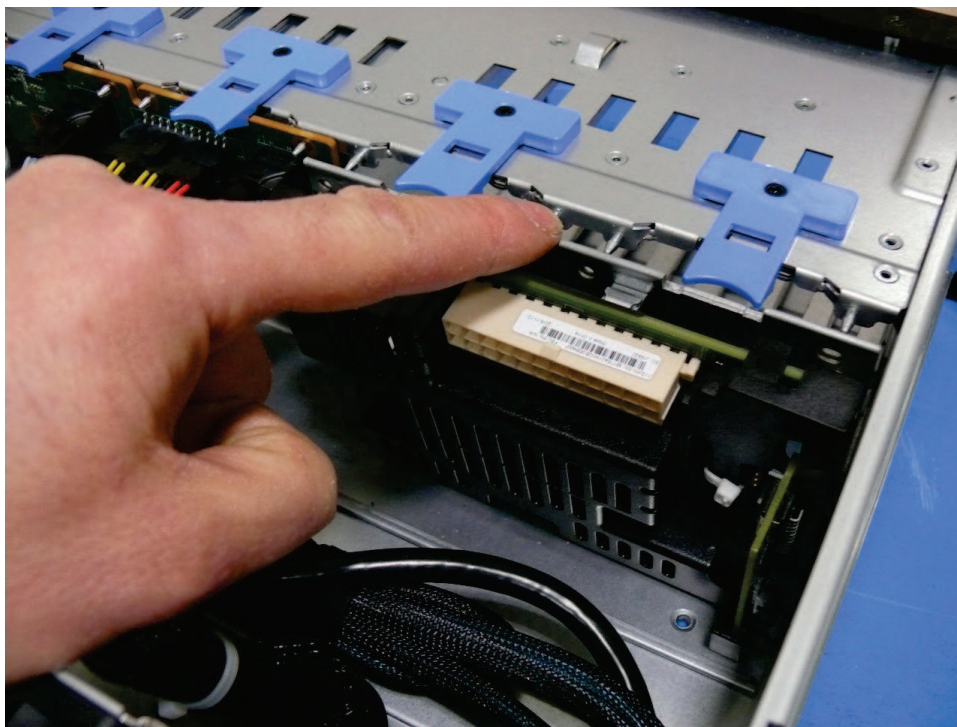

図 153. 2145-SV1 バッテリー・バックプレーンの取り外し
1. 201 ページの図 153 に示すように、青色のロック・タブを上げて、バッテリー・バックプレーンを少し後方に引きます。次に、シャーシからバッテリー・バックプレーンを持ち上げます。